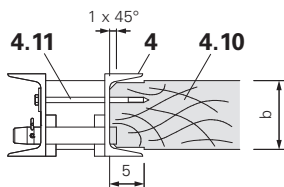

Fig. C1.15
As extremidades da madeira (4.10) devem ser adaptadas ao perfil U120 do perfil vertical (4) através dum chanfro e entalhe. Para fixação com parafusos de madeira 8 x 160 e anilhas (4.11), usar a furação na alma do perfil vertical. (Fig. C1.15)